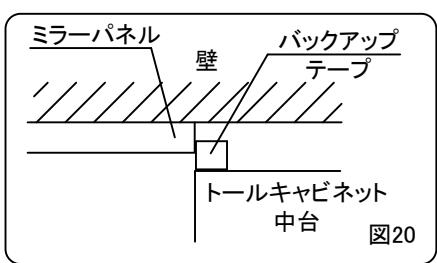

図20
- ③付属のバックアップテープを中台キャビネット背面のミラーパネル側に取付けてください。(図20)